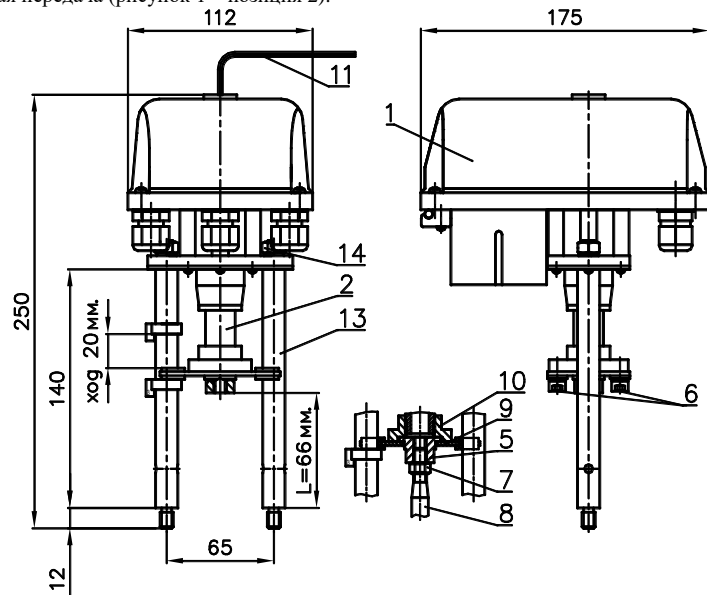
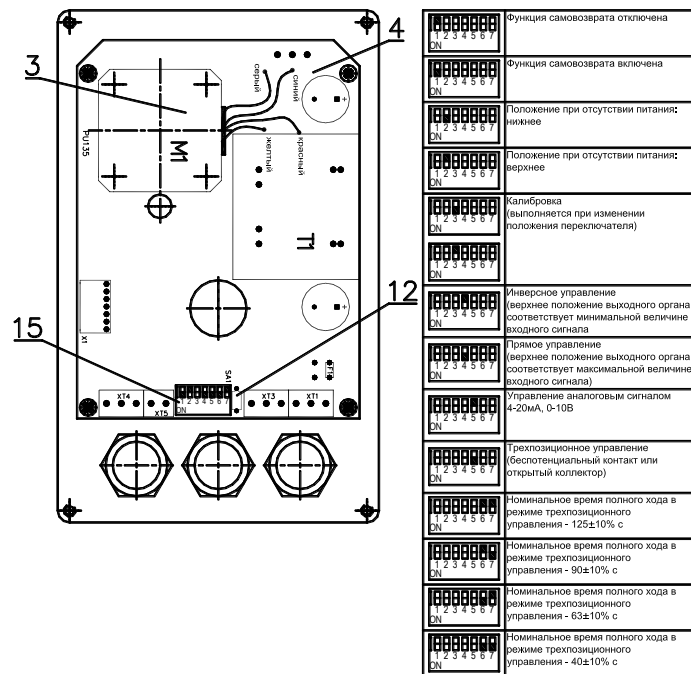

Рисунок 1 - ВЭП-135МВ
Рисунок 2 - Электропривод (вид при снятой крышке)
- электропривод (рисунок 1 – позиция 1);
- винтовая передача (рисунок 1 – позиция 2).
Электропривод (рисунок 1, 2) выполнен на базе шагового электродвигателя 3. Питание и управление осуществляется от 4, обеспечивающей его работу в заданном режиме (рисунок 2), а также его отключение при нагрузке больше усилия отключения. ЭИМ имеет три режима работы: калибровки, слежения, ручной. Индикация работы осуществляется светодиодным индикатором 12. Постоянное свечение - работа, мигание - авария. При пропадании сетевого питания и включенной функцией самовозврата ЭИМ, за время не более 45 с, устанавливается в положение, заданное переключателем 15 (нижнее или верхнее).
ЭИМ выпускается откалиброванным на величину полного рабочего хода. При установке ЭИМ на регулируемую арматуру необходимо произвести его калибровку. Для перехода в данный режим необходимо изменить положение переключателя 15 (рисунок 2). При этом ЭИМ, поочередно перемещаясь к обоим конечным положениям, определяет максимальный ход арматуры. При отключении питания настройки сохраняются в энергонезависимой памяти. Время калибровки 100-120с. По завершению калибровки ЭИМ переходит в режим слежения. В процессе калибровки сигнал обратной связи отсутствует.